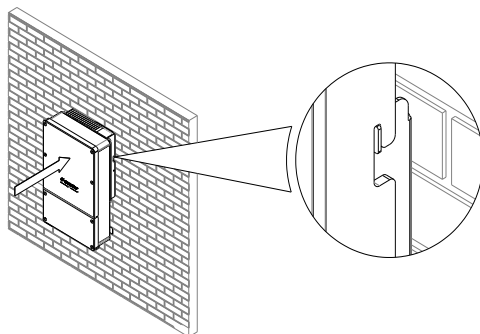

FIG. 6-9 Pendure o inversor no suporte de montagem na parede
1) Pendure o inversor no suporte de montagem na parede. Mantenha o equilíbrio durante a operação para evitar danos ao dispositivo por colisão com paredes ou obstáculos, conforme FIG. 6-9.